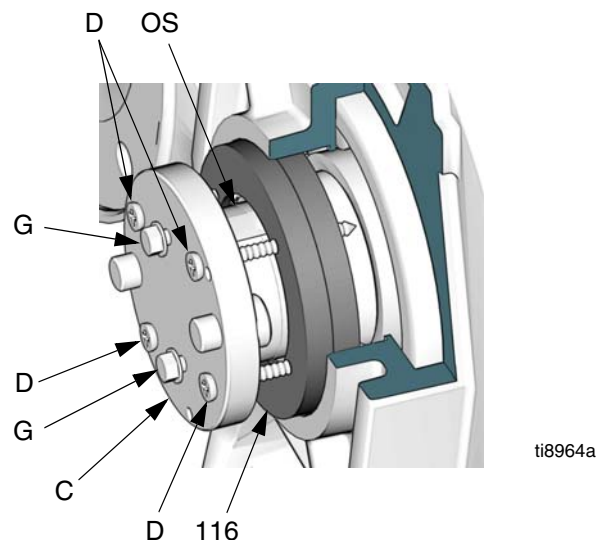

FIG. 25. Extraction des joints d'axe de sortie
7. Couvrez le logement de clavette de l'axe d'entrée avec un ruban adhésif pour éviter d'endommager le nouveau joint. Remplissez la cavité de l'axe d'entrée avec de la graisse réf. 107411. Positionnez le joint d'entrée (109) en orientant la lèvre vers l'intérieur jusqu'à ce que le joint touche l'épaule du boîtier du démultiplicateur. Retirez le ruban adhésif.
8. Assurez-vous que le joint inclus est sur le bouchon de vidange d'huile (118) puis vissez le bouchon dans le démultiplicateur. Serrez à un couple de 34 N•m (25 pi-lb).
10. Retirez les deux joints de sortie (116) comme suit :
- a. Consultez la FIG. 25. Placez l'extracteur (C) sur l'axe de sortie (OS). Tournez l'extracteur de 90°. Installez et serrez les deux vis de 13 mm (0,5 po.) (G) pour fixer l'outil à sa place.
- b. Percez quatre avant trous d'un diamètre de 3 mm (1/8 po.) (maximum) dans les joints (116) en utilisant les trous pour les vis pour tôle en acier (D) comme gabarit. Vissez les vis pour tôle en acier (D) à travers l'outil et dans les joints (116).
- c. Serrez les vis (D) de manière uniforme pour extraire les deux joints.